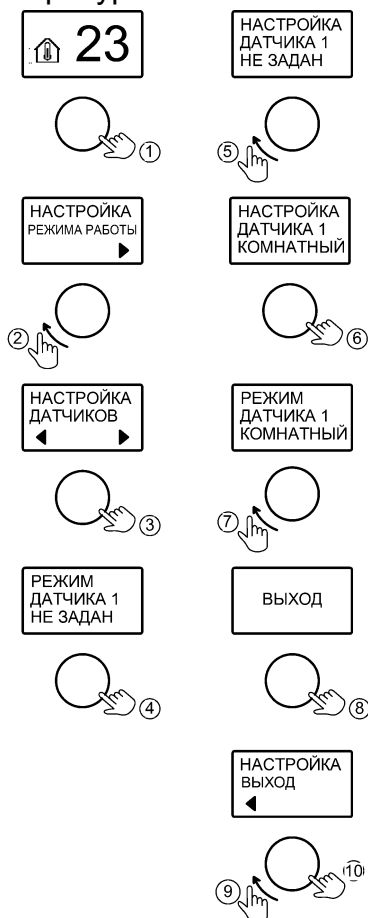

Рисунок 12. Настройка датчиков температуры воздуха
**10.5** Вкладка «**ДАТЧИКИ t° ВОЗДУХА**» предназначена для активации предварительно подключенных датчиков температуры воздуха (см. рис.12). Подключение должен выполнять квалифицированный специалист. При выборе роли «КОМНАТНЫЙ» и активации режима «КОМНАТНЫЙ» (см. рис.5) котел будет поддерживать заданное значение температуры воздуха в помещении. При выборе роли «УЛИЧНЫЙ» и активации режима «УЛИЧНЫЙ» (см. рис.6) котел будет поддерживать температуру теплоносителя в зависимости от температуры